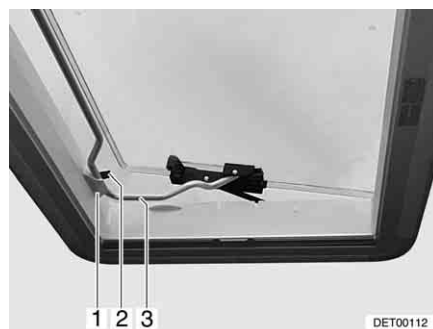

Fig. 76 Oblò Heki in posizione di ricircolo d'aria 2
- Inserire la staffa (Fig. 76,3) nel supporto (Fig. 76,1).
- Sistemare la leva (Fig. 76,2) sulla staffa.